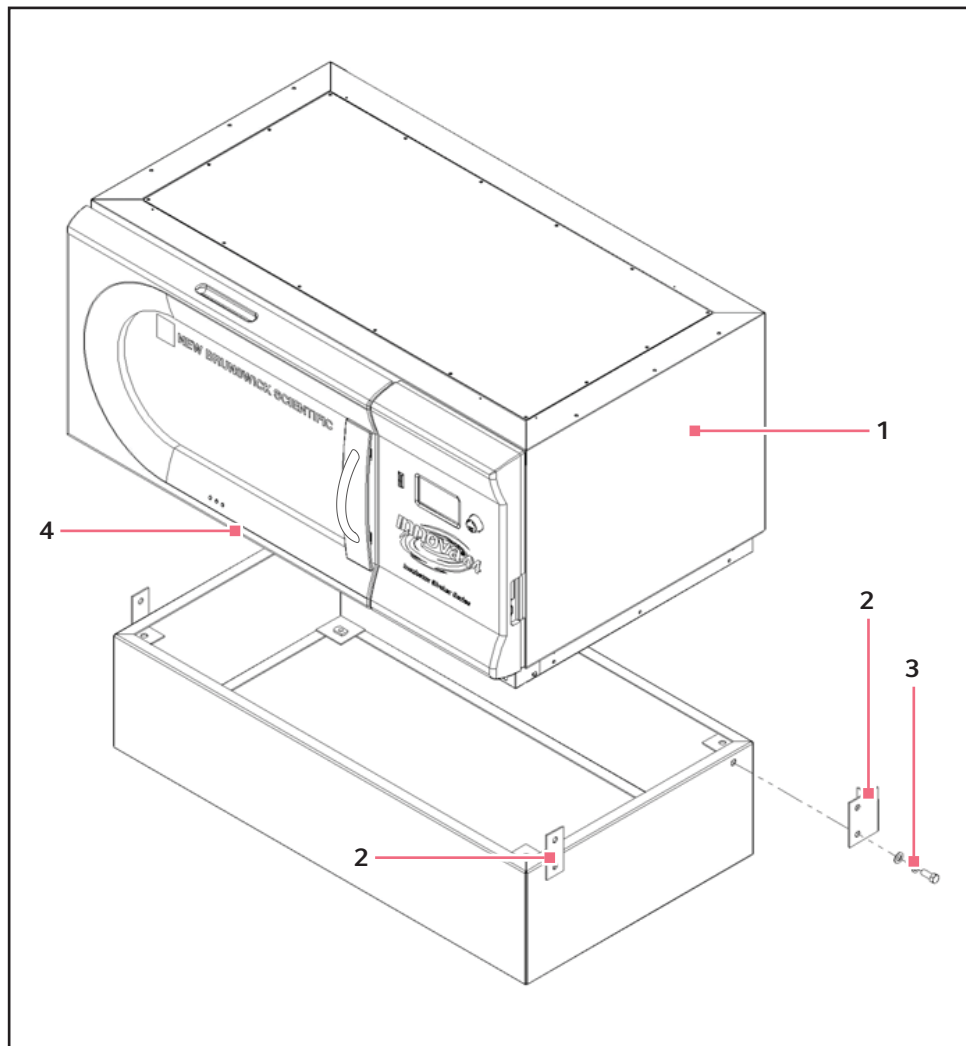

Abb. 6-3: Den Schüttler auf dem Rahmengestell installieren
4. Entfernen Sie die Madenschrauben an den beiden Seitenkanten des Schüttlers, die mit den Befestigungslöchern für die hinteren Montagewinkel übereinstimmen (siehe Abb. 6-3 auf S. 25).